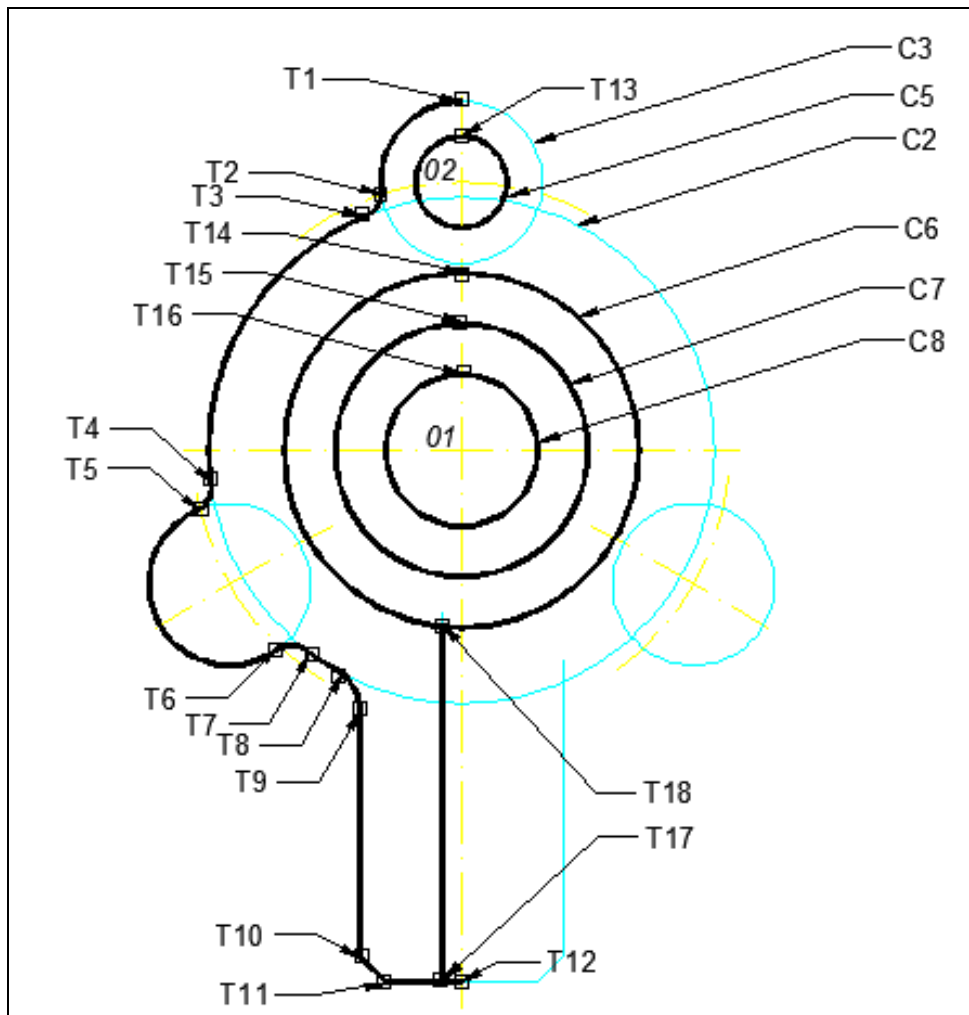

Рис. 38. Построение окружностей и обводки контура
- начинайте обводку от точки **T1**, используя объектный захват точек (**Объектная привязка ...**→**Пересечение (Intersection)** или **Конточка (Endpoint)**) (рис. 38).
- обводим окружности **C5, C6, C7** и **C8**, используя команду **Полилиния (_pline)**, опция **«Дуга (Arc)»**, объектная привязка **Пересечение (Intersection)**, начиная от точек **T13, T14, T15** и **T16**, соответственно (рис. 38). Необходимо учесть, что для построения окружности **C5**, устанавливаете центр в точке **02**, для построения остальных окружностей устанавливаете центр в точке **01**;